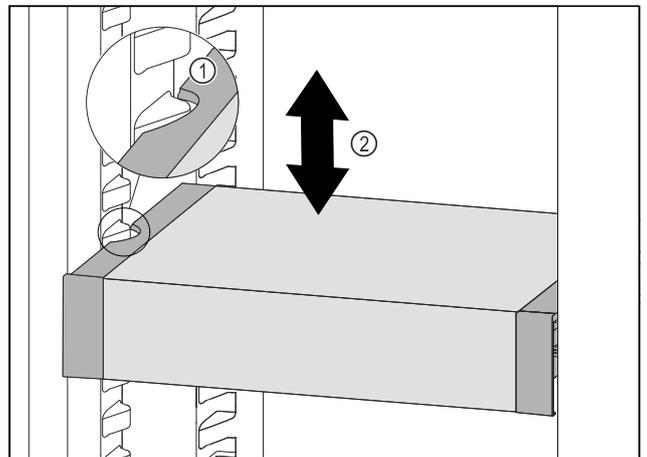

Fig. 93
- ▶ Tire del VarioSafe hacia delante hasta que los huecos laterales del VarioSafe se encuentren a la altura de la nervadura del recipiente en el compartimiento del frigorífico. Fig. 93 (1)
- ▶ Mueva el VarioSafe hacia arriba o hacia abajo en el compartimiento del frigorífico hasta alcanzar la altura deseada. Fig. 93 (2)